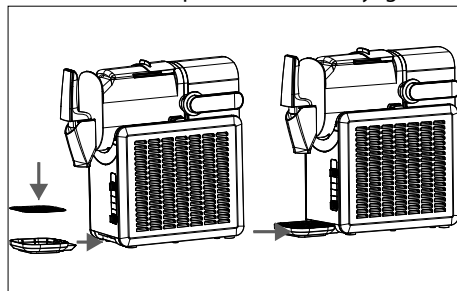

Fig. 4 – Assemblage de l'appareil
- ▶ Placez la grille d'égouttage sur le bac récupérateur et faites glisser le bac récupérateur sous l'appareil jusqu'à ce qu'il s'enclenche (**voir Fig. 4**).